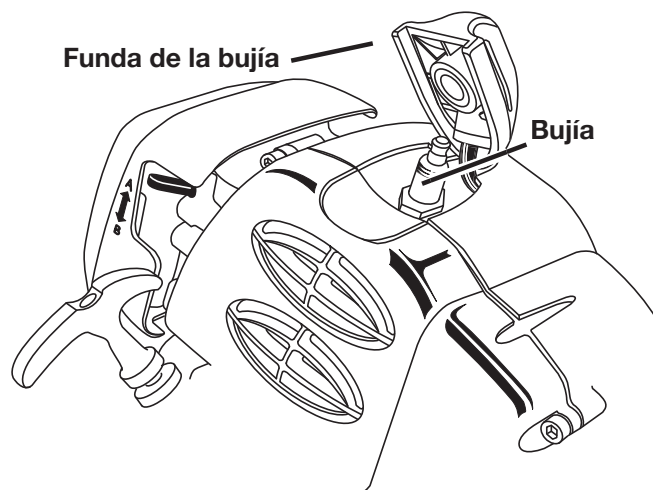

Figura 24
2. Retire la funda de la bujía. *Vea la figura 24.*
18. Coloque la funda de la bujía. *Vea la figura 24.*
14. Coloque la funda de la bujía. *Vea la figura 24.*
Vea la figura 24.